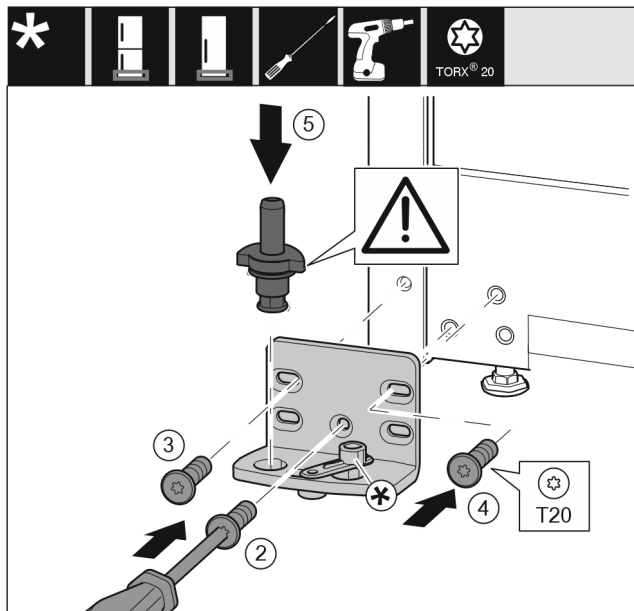

Fig. 22 \*
- ▶ Lagerbock auf der anderen Seite ansetzen und mit Hilfe eines Schraubendrehers anschrauben. Mit der Schraube Fig. 22 (2) unten in der Mitte beginnen.\*
- ▶ Schraube Fig. 22 (3) und Schraube Fig. 22 (4) festschrauben.\*
- ▶ Lagerbolzen Fig. 22 (5) komplett einsetzen. Dabei darauf achten, dass der Rastnocken nach hinten zeigt.\*
- ▶ Lagerbock auf der anderen Seite ansetzen und mit Hilfe eines Schraubendrehers anschrauben. Mit der Schraube (2) unten in der Mitte beginnen.\*
- ▶ Schraube (3) und Schraube (4) festschrauben.\*
- ▶ Lagerbolzen (5) komplett einsetzen. Dabei darauf achten, dass der Rastnocken nach hinten zeigt.\*